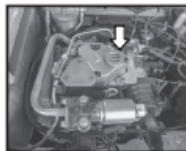

Fig. 22
- Cambie la arandela de cobre del tapón de drenaje, limpie la superficie del asiento del tapón y el tapón roscado del cárter de aceite y, a continuación, apriete el tapón de drenaje con un par de apriete de 4 kg-m. Quite el tapón de llenado de aceite de la cubierta del balancín. Llene con aceite de motor nuevo unos 1,5 litros a través del orificio de aceite de la cubierta del balancín. (Consulte la Fig. 22)